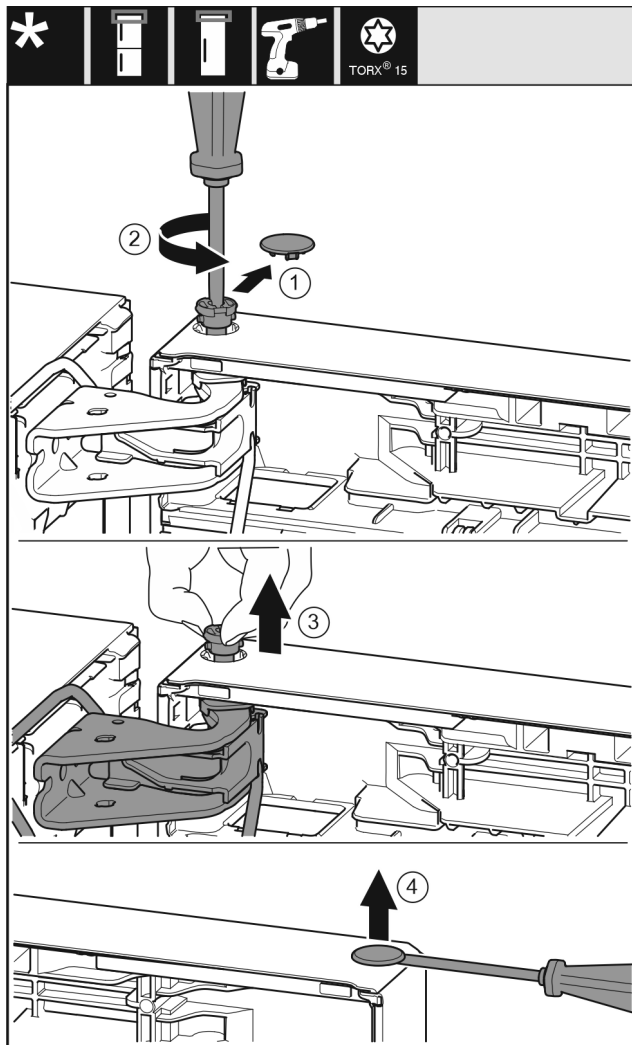

Fig. 22
- ▶ Bezpečnostní kryt opatrně stáhněte. Fig. 22 (1)
- ▶ Šroubovákem T15 o kousek vyšroubujte čep. Fig. 22 (2)
- ▶ Dveře podržte a čep vytáhněte prsty. Fig. 22 (3)
- ▶ Plochým šroubovákem opatrně nadzvedněte zátku z ložiskového pouzdra dveří a vytáhněte ji. Fig. 22 (4)